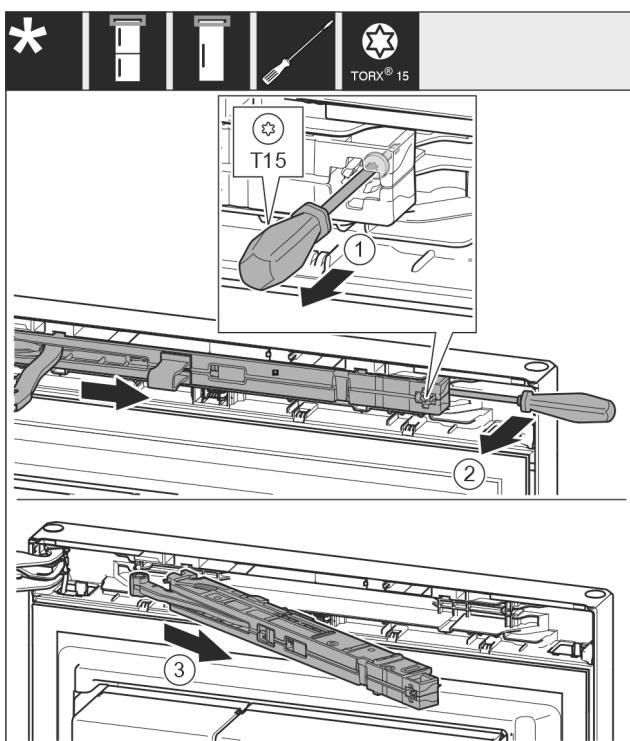

Fig. 12
- Schraube Fig. 12 (1) an Schließdämpfereinheit mit Schraubendreher 14 mm lösen.
- Schließdämpfereinheit Fig. 12 (2) griffseitig mit Schraubendreher nach vorne aushebeln.
- Schließdämpfereinheit Fig. 12 (3) herausziehen.